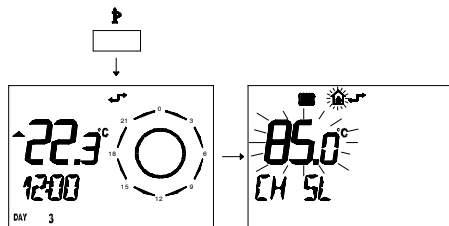

fig. 5.17
- 1 Premere per più di 3 secondi il pulsante per entrare in modalità **NFO**.fig. 5.17